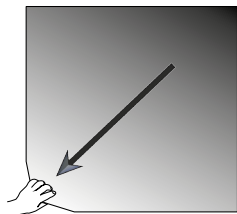

Figure 99 : Tapis adhésif : Soulever et tirer le tapis pour l'enlever
1. Pour retirer le tapis adhésif, veuillez le soulever d'un côté en l'enlevant lentement de la plate-forme, comme représenté sur la Figure 99.